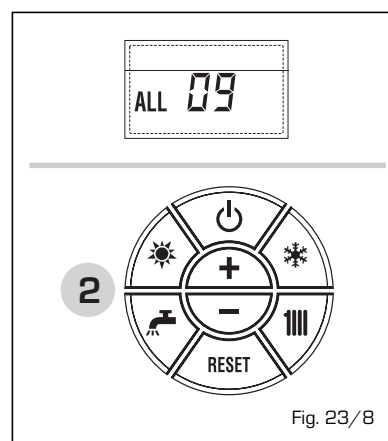

Fig. 23/8
- ANOMALIA SONDA AUSILIARIA "ALL 10" (fig. 23/9)